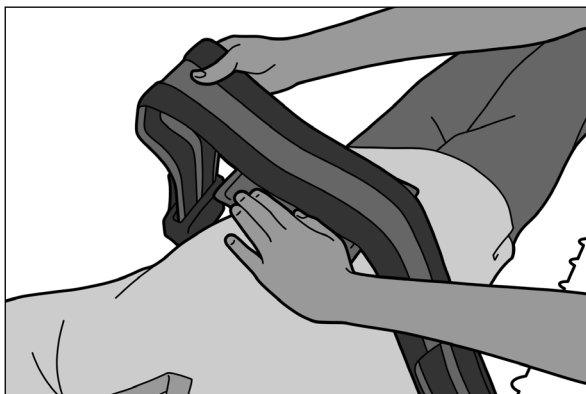

Abb. 9
6. Legen Sie den Gurt so über den Patienten, dass die Nummernseite nach unten zeigt, und befestigen Sie ihn am Paddel und am Balg. Stellen Sie sicher, dass der Klettverschluss am Gurt am Klettverschluss des Balgs ausgerichtet ist und haftet (Abb. 9).